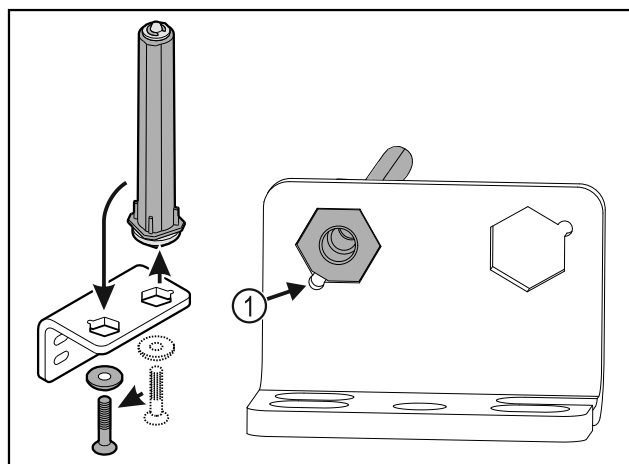

Fig. 36
- Bodite pozorni, da pri vstavljanju izravnalne točke sornika Fig. 36 (1) kažejo v smeri okrogle luknje.